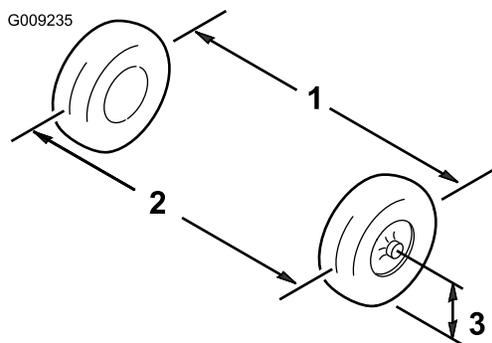

Figura 38
- Misurate la distanza tra i pneumatici anteriori all'altezza dell'assale, davanti e dietro le ruote (Figura 38).